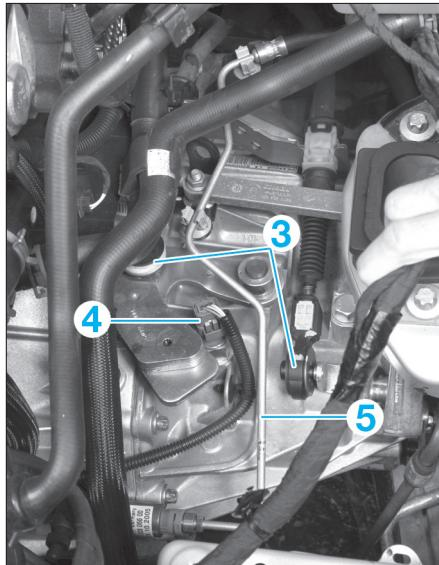

FIG. 2
- le bac à batterie (2).
- Désaccoupler les câbles de commande des vitesses (3), en pressant le centre de leur articulation afin de les dégager de leur rotule puis les libérer de leur support (fig. 2).